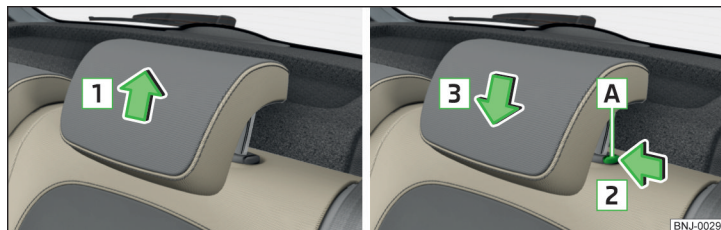

Fig. 59 Regolazione dell'altezza dei poggiatesta
- Afferrare il poggiatesta e spostarlo **verso l'alto** in direzione della freccia **1** » fig. 59.